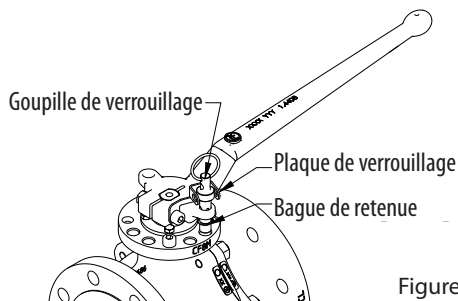

Figure 5
6. Fixez la bague de retenue dans la rainure située près du bas de la goupille de verrouillage (Figure 5). Cela permet de s'assurer que la goupille de verrouillage est fixée au levier.